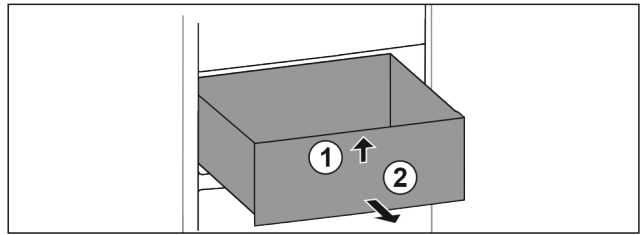

Fig. 65
- Schubfach vorne anheben. Fig. 65 (1)
- Schubfach nach vorne entnehmen. Fig. 65 (2)